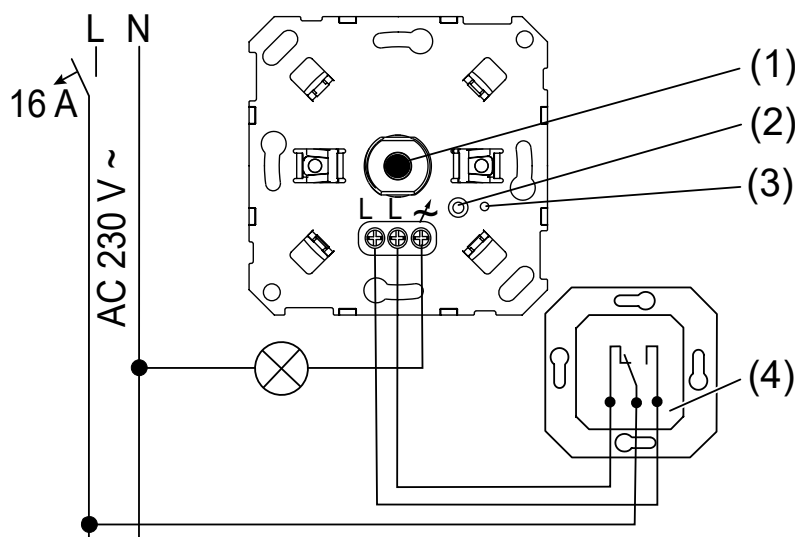

Figura 2: Conectar con conexión alterna
- Conexión opcional con conmutador selector (4) (véase figura 2)